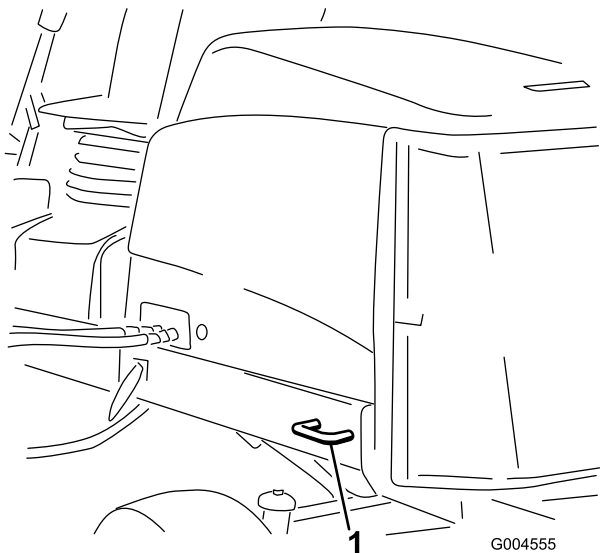

Bild 61
- **Heck der Maschine:** Jede Maschinenseite am Hinterrahmen (Bild 61).